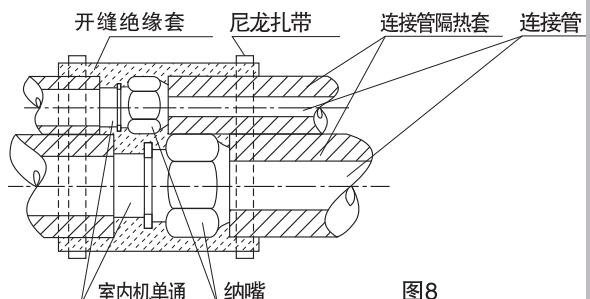

图8
- 4 管道安装后用附件6(开缝绝缘套)包住所有扩口管连接部分, 如图8。